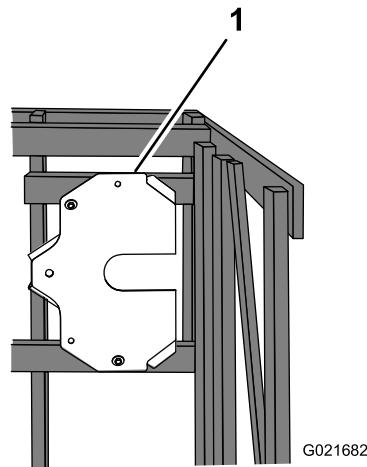

Figura 10
- Rimuovete i bulloni che fissano la piastra di montaggio alla cassa (Figura 10).